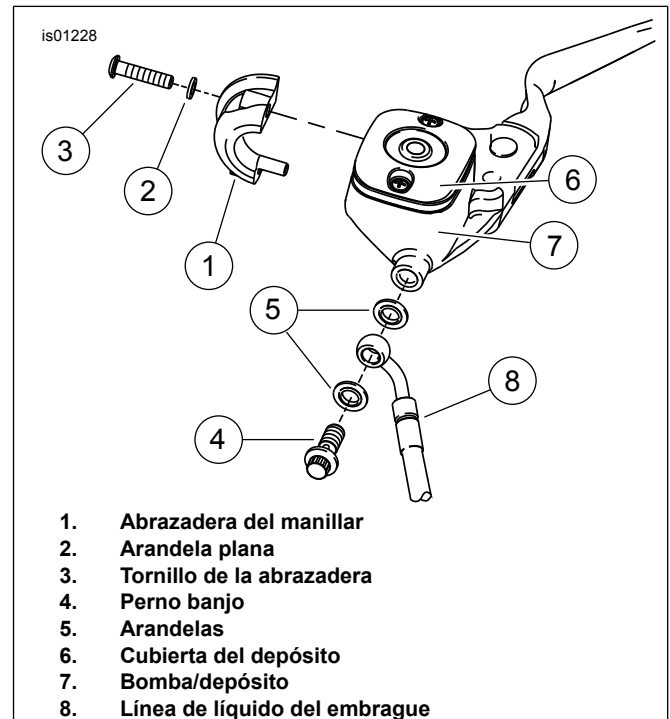

Figura 1. Conjunto de la bomba/depósito del embrague
2. Vea Figura 1. Mientras sostiene un recipiente debajo del perno banjo/línea hidráulica (4, 8), quite lentamente el perno banjo y permita que el líquido del embrague del depósito drene dentro del recipiente. Cuando parezca que el depósito se ha drenado bien, quite el perno banjo y la línea hidráulica.
*Inmediatamente oriente la línea del embrague hacia arriba para evitar que la línea siga drenando. Utilice un amarre de cables, una banda elástica o un artículo similar para asegurar la línea al manillar con el extremo abierto hacia arriba. Guarde el perno banjo (4). Deseche las arandelas de acero/caucho (5).*
4. Quite los dos tornillos (3) con arandelas planas (2) que aseguran la abrazadera del manillar (1) al conjunto de la bomba (7). Guarde las arandelas para la instalación. Tape el agujero donde quitó el perno banjo con el dedo índice y lleve la bomba (con el conjunto de palanca del embrague) a un área de trabajo limpia.